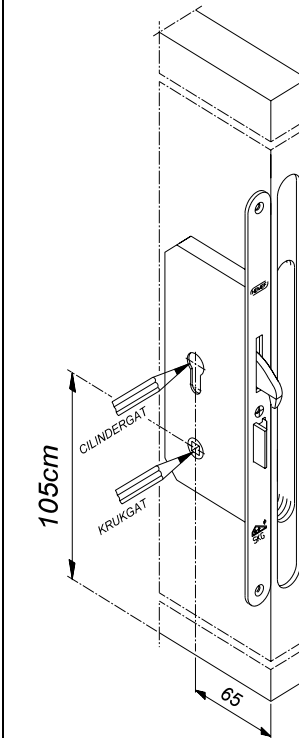

fig.3
- 3 Houd het slot tegen sluitkant deur op een krukhoogte van ca. 105 cm. (zie fig.3)